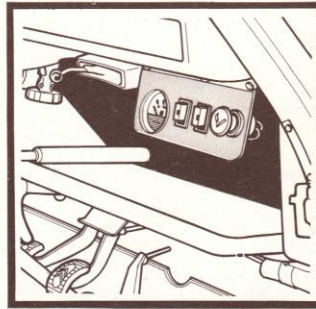

FIGURE 23
Il est nécessaire de monter une jauge électrique (Fig. 23).
- montage d'un allume-cigare (pour caméra ou rasoir) (Fig. 23).